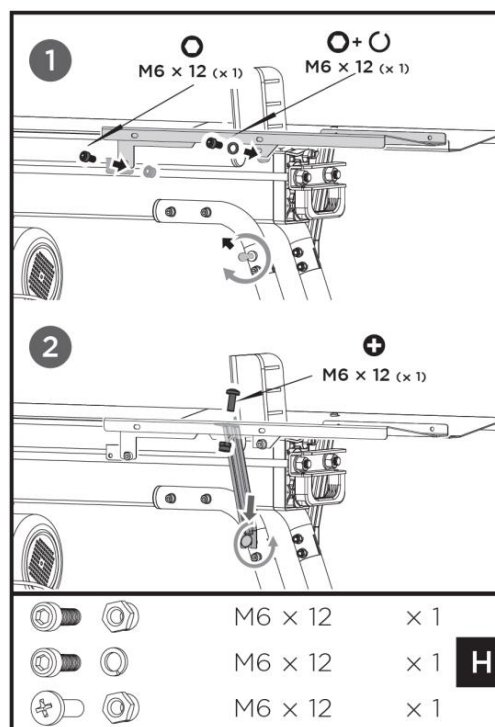

Fig. 8
5. Alignez les trous de montage du plateau à bûches 2 (g) avec les trous sur le côté avant du fendeur. Insérez une vis à tête creuse M6x12 et une rondelle élastique (H) dans le trou de montage droit et une vis à tête creuse M6x12 et un contre-écrou M6 (H) dans le trou de montage gauche, puis serrez fermement les deux. Voir la figure 8.
6. Desserrez le boulon à tête creuse et l'écrou sur le côté droit du pied avant. Insérez l'extrémité ouverte du support 1 (c) sur le boulon et serrez l'écrou. Connectez l'extrémité supérieure du support 1 (c) au plateau à bûches 2 (g) à l'aide d'une vis à tête cylindrique cruciforme M6x12 et d'un contre-écrou M6 (H), puis serrez. Voir la figure 8.